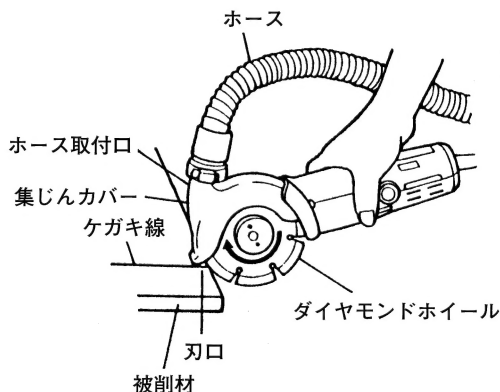

図 10
- (1) 集じんセットを取付け後、ダイヤモンドホイールを取付けます。
- (2) 集じんカバーのホース取付口に、電動工具用集じん機のホースを取付けます。(図10)
- (3) 被削材の上に集じんカバーをのせ、ケガキ線とダイヤモンドホイールの位置を合わせ、刃口が開かないようにして切断します。(図10)